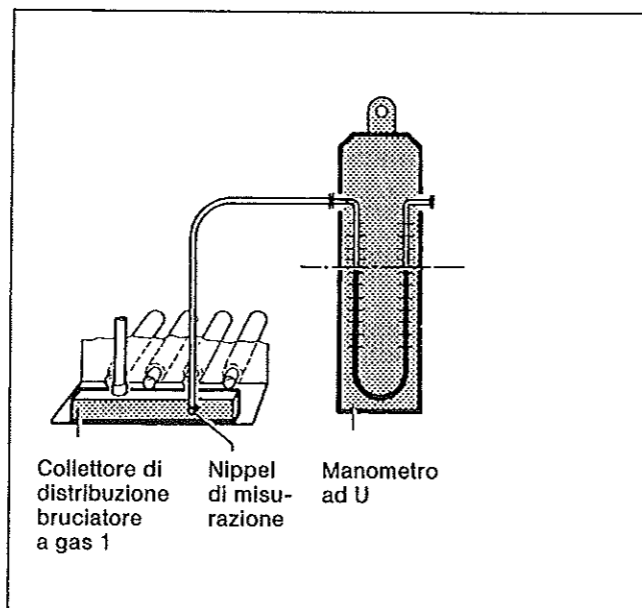

Fig. 10: Collegamento del manometro ad U
- Applicare il tubo di misurazione del manometro a tubo a forma di U sul nippel di misurazione (Fig. 10).